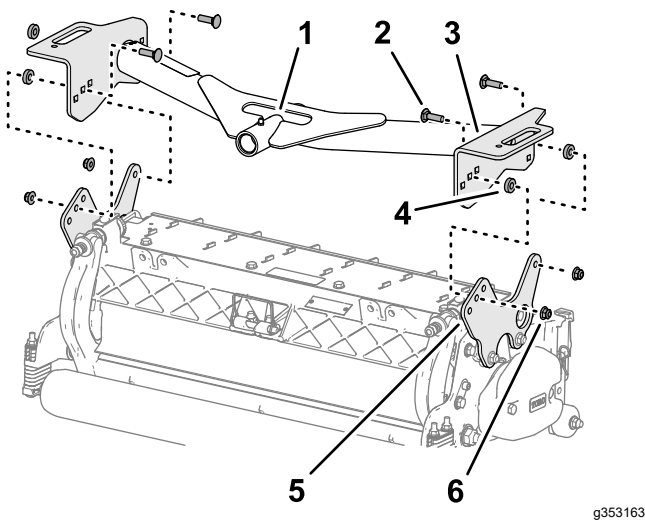

Bild 17
1. Richten Sie die Löcher in den Platten des vorderen Trägersrahmens auf die Löcher in den Montageplatten des Mähwerks aus (**Bild 17**).
- Legen Sie ein Distanzstück zwischen der Trägerplatte und der Montageplatte ein (Bild 17) und befestigen Sie die Platten und das Distanzstück lose mit einer Schlossschraube ($\frac{3}{8}$ \" x $1\frac{1}{4}$ \") und einer Sicherungsbundmutter ($\frac{3}{8}$ \").